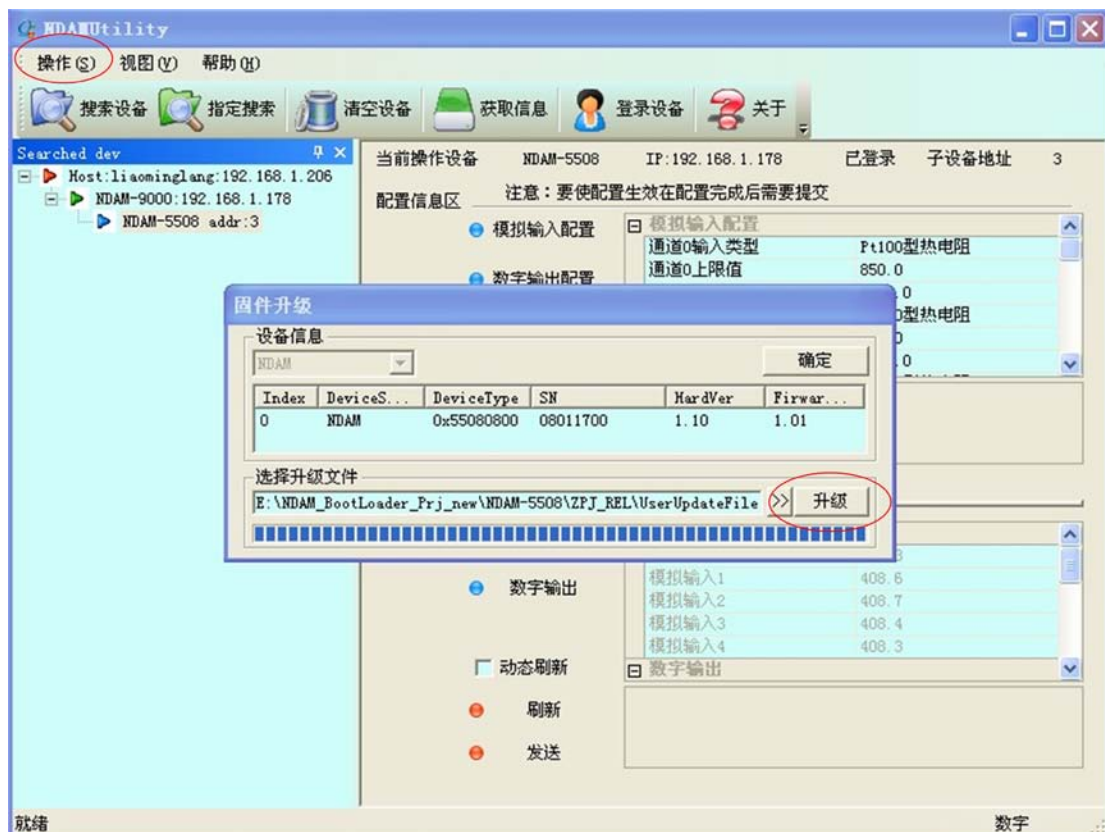

图 4.7 固件升级
- 2) 选择“是”，然后找到并打开固件文件，点击“升级”。如图 4.7 所示；